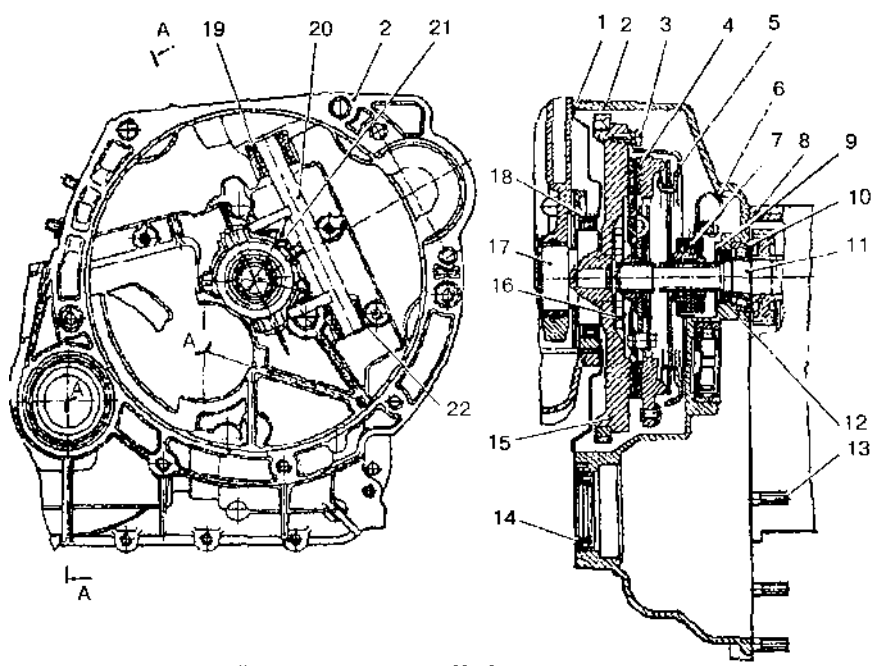

Рис. 4.1.1. Сцепление:
- Сборку механизма произвести в обратной последовательности. При этом винты 21 (рис. 4.1.1) затянуть и застопорить (кернением). Вместо кернения стопорение винтов и болта можно выполнить герметиком Унигрем 6 (УГ-6), смазав перед заворачиванием их резьбовую часть герметиком.